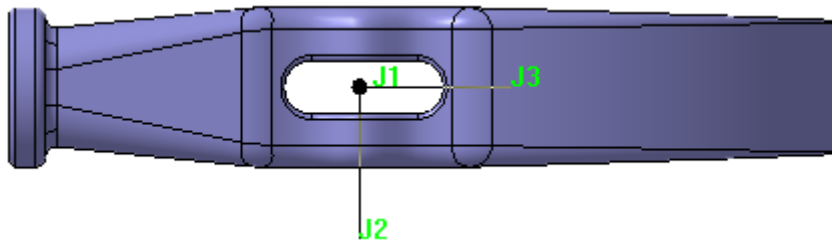

Рисунок 49.
- Определите массу детали и положение ее центра тяжести (рис. 49).